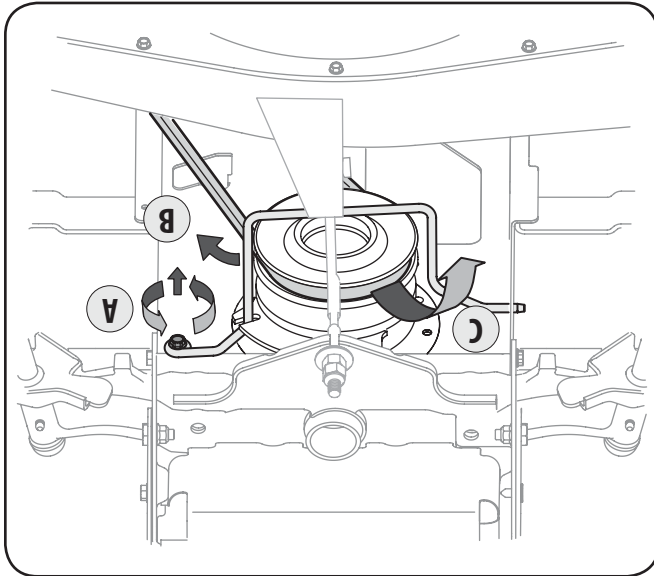

Figure 7-1
3. Dégagez la courroie de la prise de force de la poulie motrice du tracteur (ou de l'embrayage de la prise de force électrique, le cas échéant). Voir la Figure 7-1.